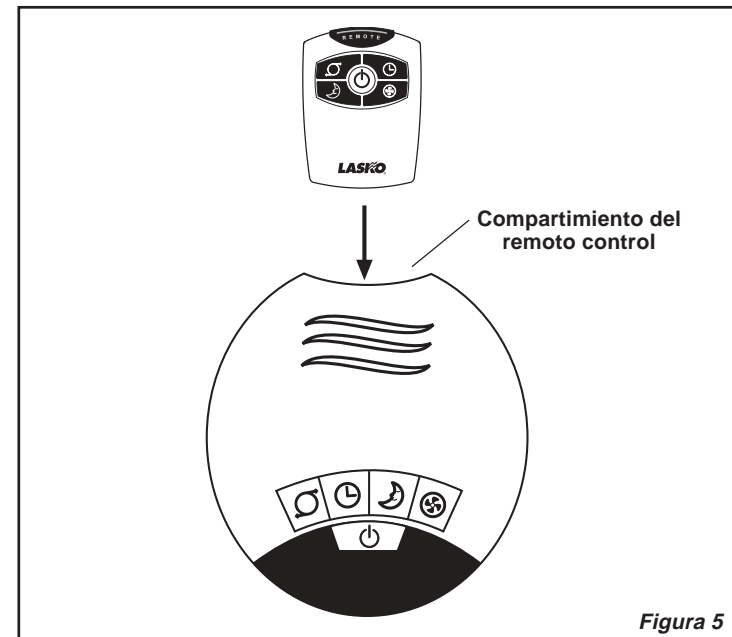
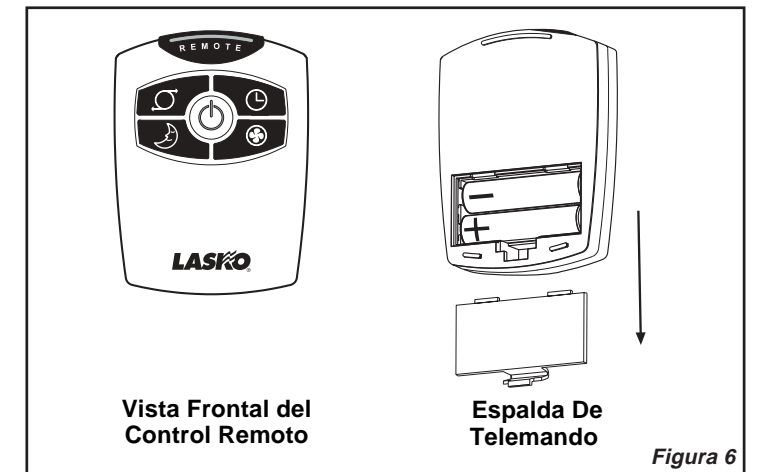

Figura 5
Figura 6
Este Ventilador puede hacerse funcionar mediante los Controles Manuales ubicados en la parte superior de la unidad (como se muestra en la **Figura 5**) o con el Control Remoto (se muestra en la **Figura 6**).
CONTROL REMOTO (Figura 6)
1. Instale las dos baterías "AAA" que vienen con el equipo, como se indica en la **Figura 6**.